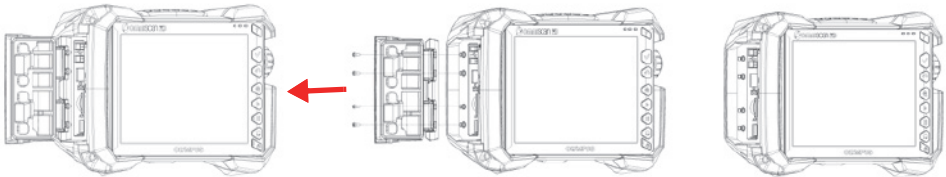

Figura 2-9 Rimozione dello sportellino del vano
1. Aprire lo sportellino del vano sul pannello a sinistra dell'OmniScan X3 e, utilizzando un cacciavite a croce, svitare le quattro viti e rimuovere lo sportellino del vano (Figura 2-9 a pagina 39).